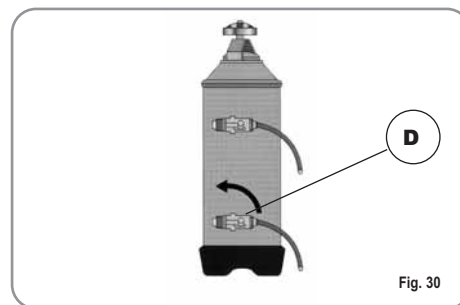

Fig. 30
- 3) Repositionner alors le levier D vers la gauche (Fig. 30).